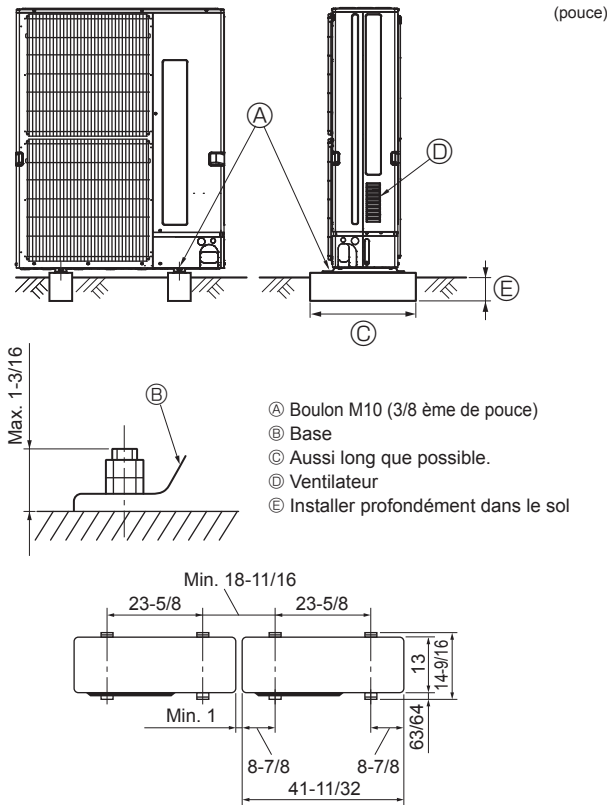

Fig. 4-1
• Bien installer l'appareil sur une surface solide et de niveau, de façon à éviter tout bruit de crécelle pendant le fonctionnement. (Fig. 4-1)